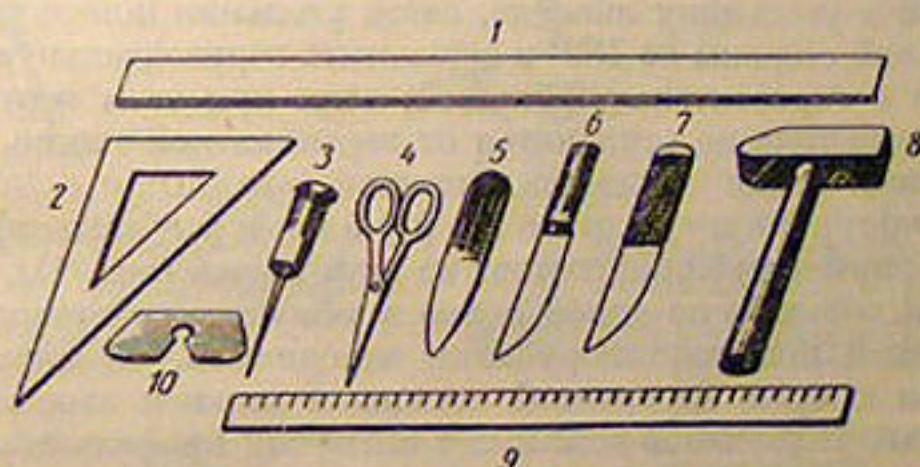
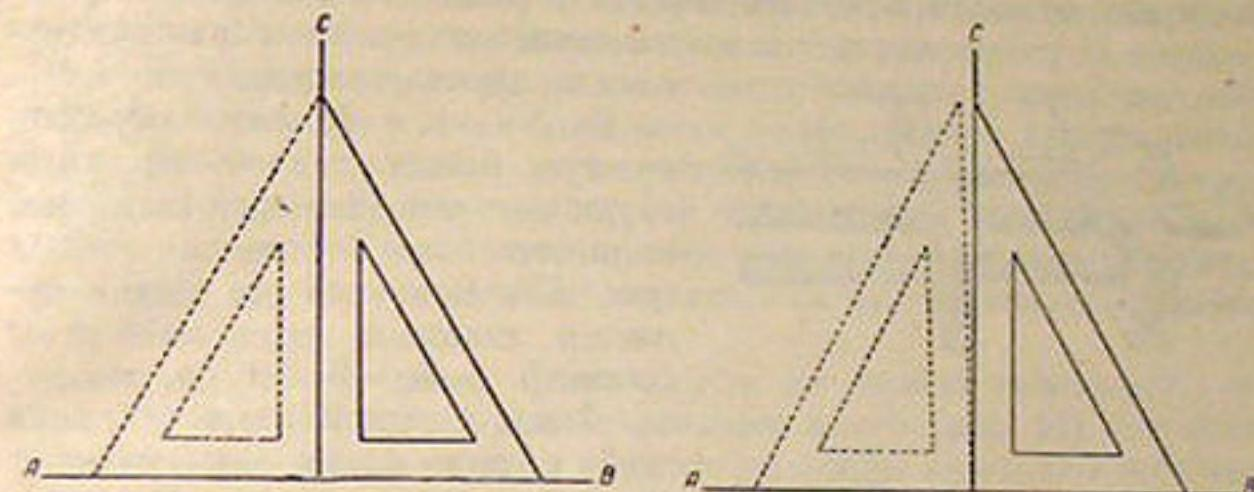

Рис. 9. Инструменты для переплета:
Рис. 10. Проверка угольника: слева—угольник правильный, справа—угольник неправильный
Ножи для резки бумаги, картона и тканей (рис. 9, 6, 7). Специальных ножей для переплетных работ в продаже нет:
**Ножницы** (рис. 9, 4) длиной 20—22 см с острыми концами и с шарниром посередине или ближе к кольцам.
**Линейка металлическая** (рис. 9, 1) длиной 80—110 см, шириной 3—4 см, толщиной 3 мм, с нанесенными на ее верхнюю грань делениями на сантиметры и миллиметры. Такая линейка удобна как для отмеров, так и для резки по ее отшлифованным граням больших листов бумаги и картона.
**Линейка деревянная измерительная** (рис. 9, 9) длиной 35—40 см, шириной 2,5—3 см, толщиной 2 мм, с нанесенными на ее верхнюю грань четкими делениями на сантиметры и миллиметры.
**Угольник металлический** (рис. 9, 2) из листовой стали толщиной 2 мм. Ширина сторон угольника равняется 5 см. Длина внешних сторон угольника, образующих прямой угол,—33 и 23 см. Прежде чем пользоваться угольником, следует убедиться в том, что его стороны образуют прямой угол. Надо положить угольник на большой лист бумаги и провести линии по сторонам, которые образуют прямой угол. Горизонтальную линию продолжить по подставлению к угольнику линейке, затем угольник повернуть вокруг вертикальной стороны на  $180^\circ$  и совместить горизонтальную сторону угольника с горизонтальной линией; если при этом вертикальная сторона угольника не отклонится от вертикальной линии, то угол, образованный этими сторонами,—прямой (рис. 10).
Шило переплетное (см. рис. 9, 3) должно иметь металлическую ручку. Лучше, если все шило, то есть его ручка и стержень, будет выточено из стального бруска. Сталь для шила подбирается твердая, но не перекаленная, чтобы шило в работе не гнулось и не ломалось.
Молоток стальной (см. рис. 9, 8) с широкой головкой и деревянной ручкой длиной 20—22 см, весом приблизительно 400 г.
Косточка переплетная (см. рис. 9, 5)—тонкая пластинка из кости, пластмассы или твердого дерева; один конец ее должен быть закруглен, а другой заострен. Длина косточки—15—18 см, ширина 3 см. Толщина косточки в середине 3—4 мм, у краев 1 мм. Косточка должна быть хорошо отшлифована, ребра—округлены.
Растрепка (см. рис. 9, 10)—металлическая пластинка с прорезью с одной стороны до середины для разлохмачивания концов шнурков у спищих книжных блоков. Длина растрепки равна 10—12 см, ширина—4—5 см, толщина—1—2 мм.